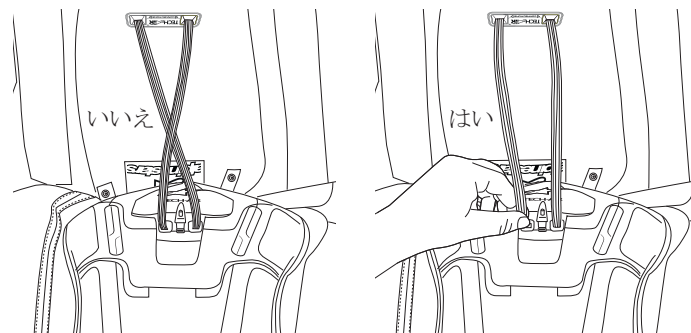

図7
- 重要!Alpinestarsの互換性のあるガーメント/ジャケット内でケーブルを交差しないようにしてください。Alpinestarsの互換性のあるガーメント/ジャケットからエアバッグベストへ障害なく流れるようにします(図7)。